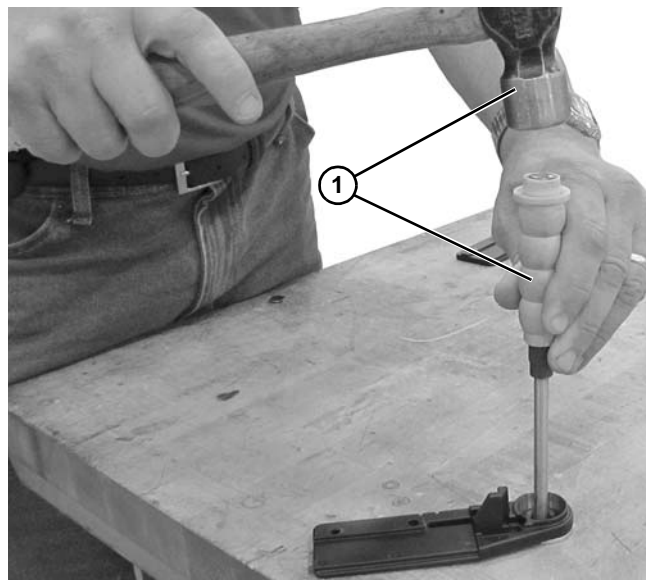
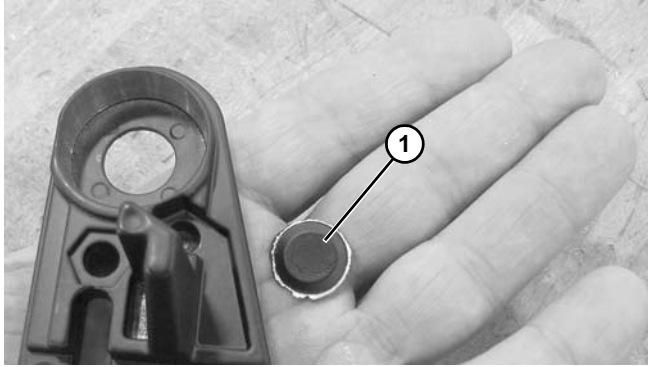

Figura 93
Figura 94
3. Utilice un martillo y un punzón (con un diámetro de entre 6 y 13 mm) (**Figura 93, artículo 1**) o un perno largo para sacar el vástago (**Figura 94, artículo 1**) de la placa trasera del soporte del eje con arandela.